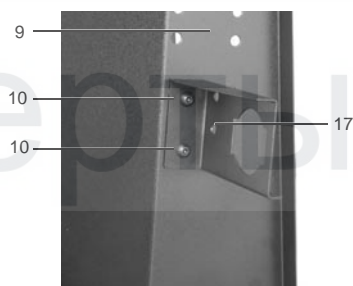

Рис. 3/34
- Защитное приспособление (11) прикрутить винтами с внутренним шестигранником M8x10 (10) к листу держателя баллонов (9). (см. также рис. 3/1).